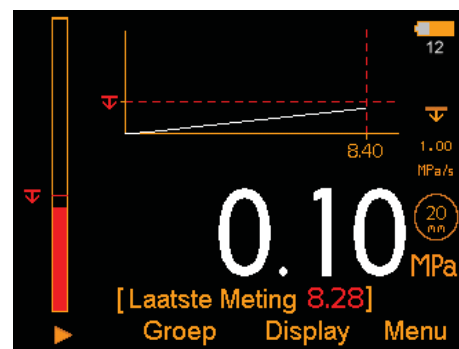

Fig. 4: Belastingsgrafiek
- **Belastingsgrafiek (Fig. 4);** een grafische voorstelling van de toenemende toegepaste druk gedurende de test, gebaseerd op de trekgraad ingesteld voor een individuele test of groepstest. De grafiek wordt realtime geplott.